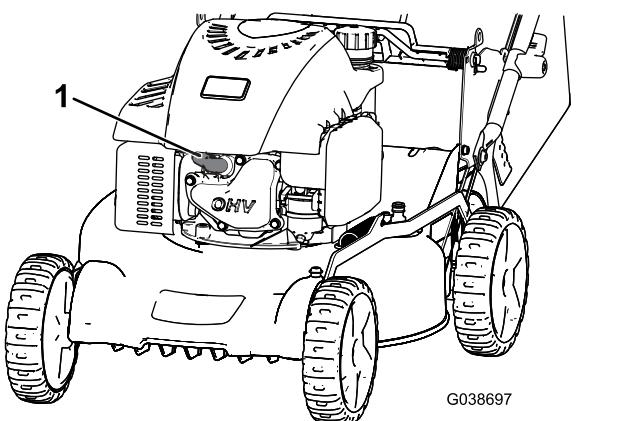

Figura 26
- Scollegate il cappellotto dalla candela (Figura 26).
2. Scollegate il cappellotto dalla candela (Figura 26).